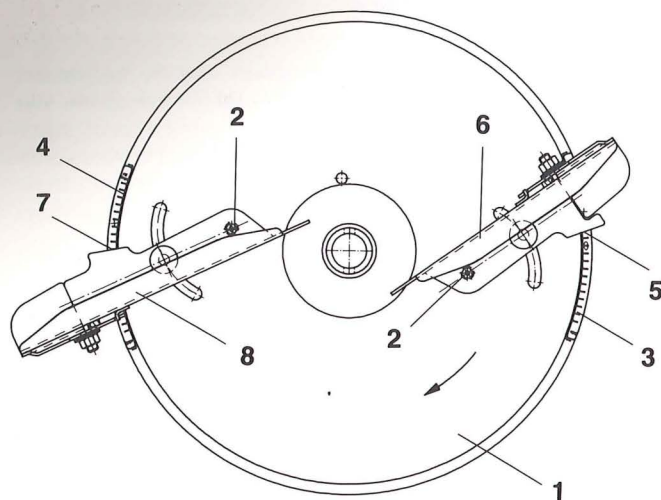

Fig. 7.10
- Afleeskant (fig.7.10/5) van de korte schoep (fig.7.10/6) op waarde "8" van de schaal (fig.7.10/3) zwenken en vleugelmoer weer vastdraaien.
- Afleeskant (fig.7.10/7) van de lange schoep (fig.7.10/8) op waarde "41" van de schaal (fig.7.10/4) zwenken en vleugelmoer weer vastdraaien.